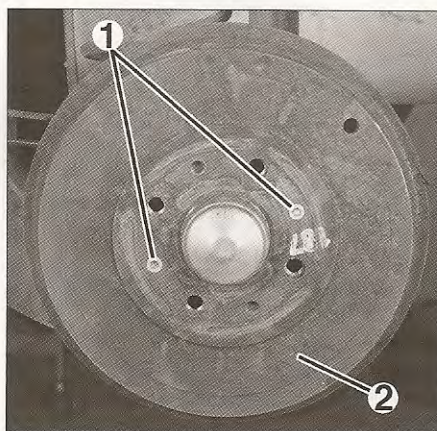

FIG. 8
- Desmontar los 2 tornillos de apoyo (1) del tambor (2) (fig. 8).